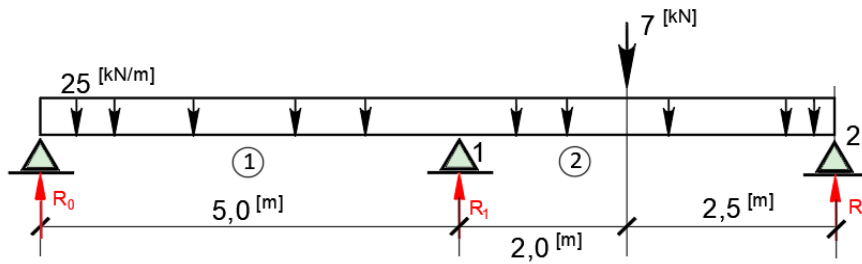

Figura 10. Viga hiperestática com dois vãos.
1.3.5 Exercício 5: Calcular e desenhar diagrama dos esforços seccionais de viga contínua ilustrada na Figura 10.